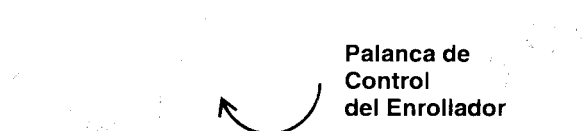

Figura 7. Modo para Esparcimiento de Semillas
- 5. Tire hacia atrás la palanca de control del enrollador, y empuje el control del embrague hacia adelante para enganchar los embragues del enrollador y de la propulsión (vea la figura 7). Ajuste la válvula de regulación a la velocidad de caminata deseada por el operador.